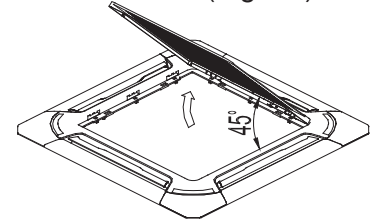

Fig.21
2. Tirare la griglia verso l'alto fino ad un angolo di circa 45 gradi, quindi rimuoverla. (Fig. 21)